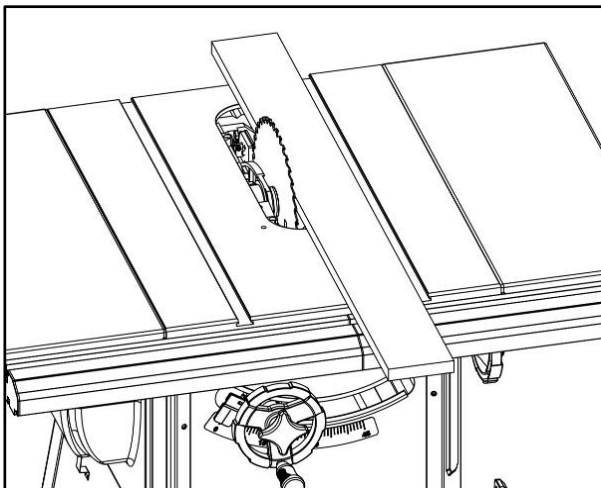

Рисунок 18
- Расположите направляющие встык и соедините между ними выровняйте по правой стороне пильного диска. Возможно, вам потребуется деревянный молоток, чтобы слегка прижать направляющие друг к другу. Убедитесь, что направляющие установлены точно встык (рис. 18).